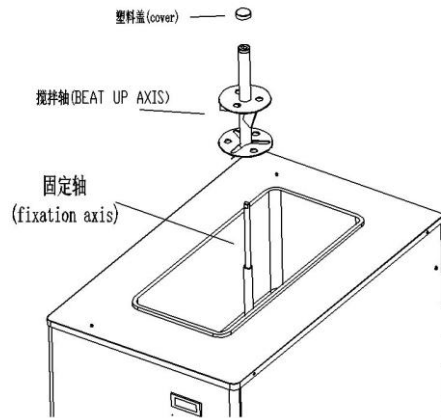

图 12
• 安装搅拌轴：安装过程中，应保持机器为断电状态。将搅拌轴直接放入缸体的固定轴上，使搅拌轴端部方形孔与缸体的固定轴相配合；搅拌轴装配好后，用手缓慢旋转，感觉应有一定阻力，表示轴与缸体的配合较为合适。最后旋上塑胶盖(见图 12)。